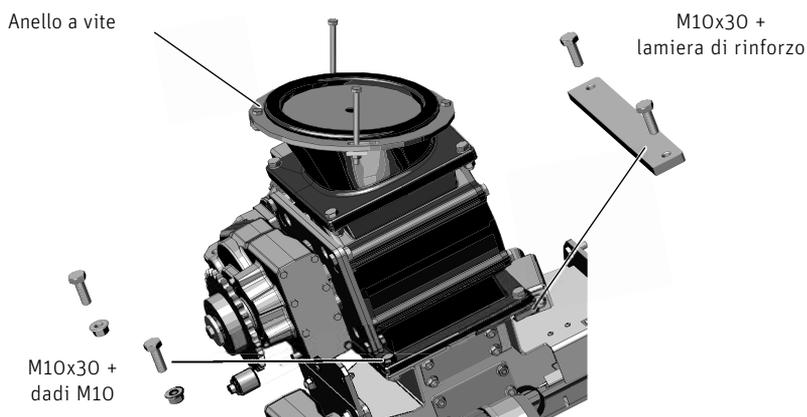

Fig. 105 Applicare la valvola rotativa sulla coclea di dosaggio e avvitare
- Applicare la valvola rotativa sulla coclea di dosaggio e fissarla con 4 viti a testa esagonale M10x30, la lamiera di rinforzo e 2 dadi M10. L'anello a vite resta ancora aperto (serrarlo solo dopo l'unione al canale a coclea risp. all'accessorio del tubo di scarico discendente) – Fig. 105.